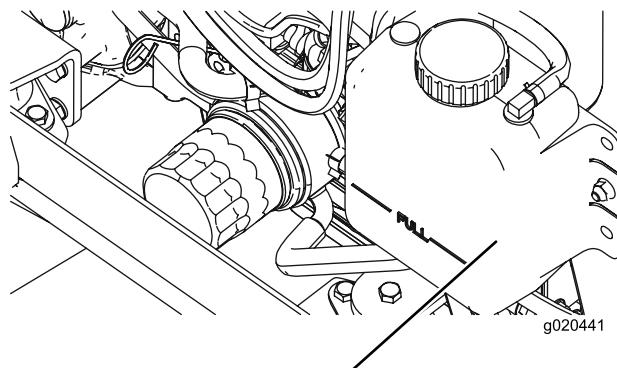

Figura 64
1. Retire cuidadosamente a tampa do radiador e a tampa do depósito de expansão (Figura 64).